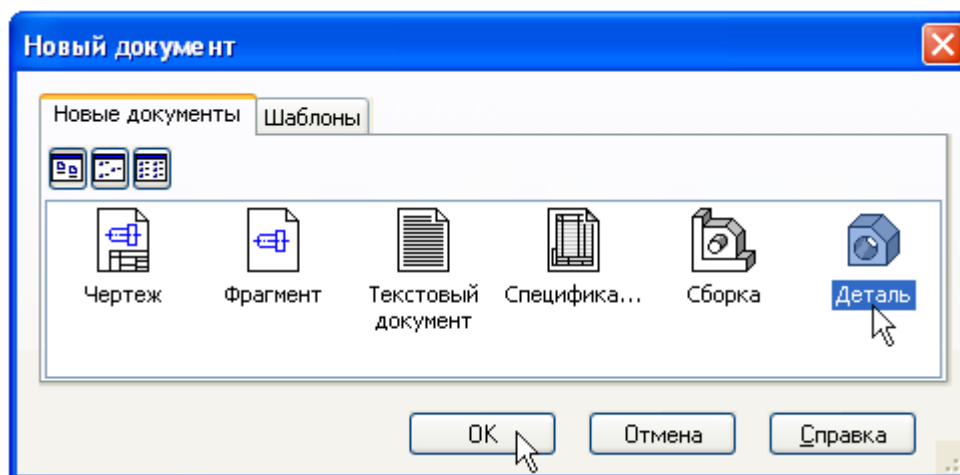

Рисунок 4.
- В окне **Новый документ** укажите тип создаваемого документа **Деталь** и нажмите кнопку **ОК** (рис. 4).